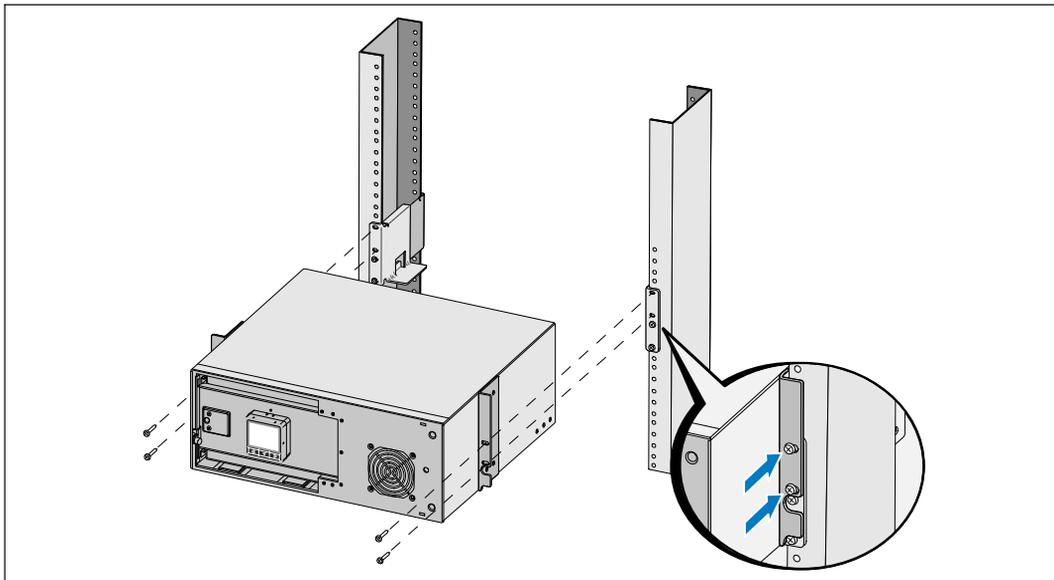

Рис. 12. Установка и закрепление корпуса
- 6 Задвиньте корпус в блок (см. Рис. 12).